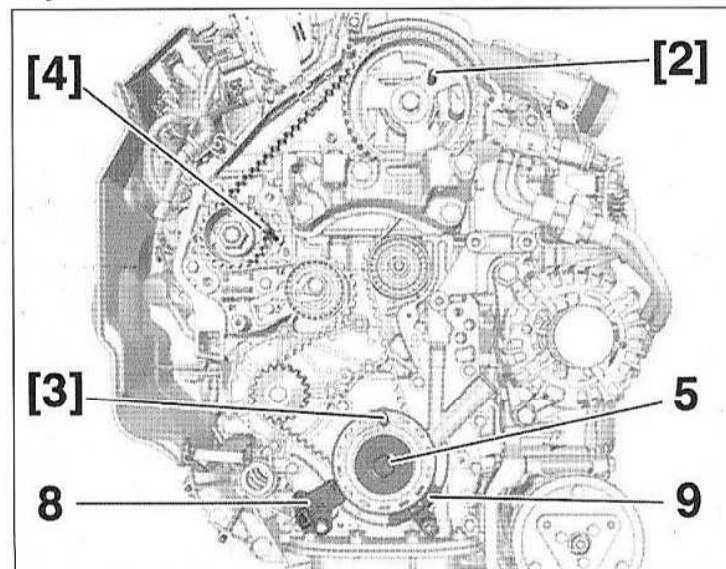

FIG.4
- Reposer la vis (5).
- le capteur de position de vilebrequin (8) (Fig.4),
- le guide de courroie (9).